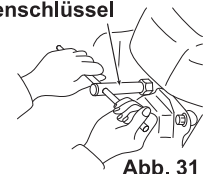
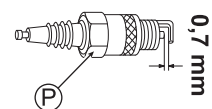

Abb. 31
Abb. 32
2. Entfernen Sie die Zündkerze (P) mit dem mitgelieferten Kerzenschlüssel. (Siehe Abb. 31)
3. Tauschen Sie die Zündkerze (P), falls Sie stark verrußt oder die Isolierung gerissen bzw. beschädigt ist.
4. Reinigen Sie die Elektrode von Ruß und stellen Sie den Elektrodenabstand auf 0,7 mm ein. (Siehe Abb. 32)
5. Installieren Sie die Zündkerze (P) und Zündkerzenkappe (Q).